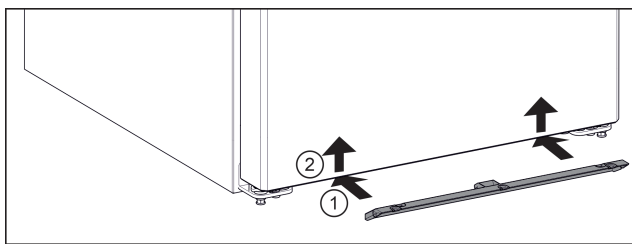

Fig. 5
- Insérer la moustiquaire sous l'appareil. Fig. 5 (1)
- Avec les deux mains, pousser la moustiquaire vers le haut. Fig. 5 (2)